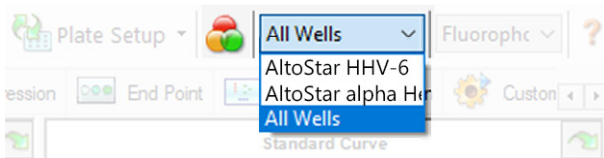

Figure 4: Bouton Well Group (Groupe de puits) et menu déroulant Well Group (Groupe de puits)
Dans la fenêtre Data Analysis (Analyse des données), veillez à sélectionner le **Well Group** (Groupe de puits) du kit AltoStar® HHV-6 PCR Kit 1.5. Pour cela, cliquez sur le menu déroulant **Well Group** (Groupe de puits) à droite en regard du bouton **Well Group** (Groupe de puits) (voir la figure 4) sur la barre d'outils. N'utilisez pas le **Well Group** (Groupe de puits) *All Wells* (Tous les puits). La sélection de la figure 4 est utilisée comme vue d'exemple général.
1. Dans la fenêtre Data Analysis (Analyse des données), veillez à sélectionner le **Well Group** (Groupe de puits) du kit AltoStar® HHV-6 PCR Kit 1.5. Pour cela, cliquez sur le menu déroulant **Well Group** (Groupe de puits) à droite en regard du bouton **Well Group** (Groupe de puits) (voir la figure 4) sur la barre d'outils.